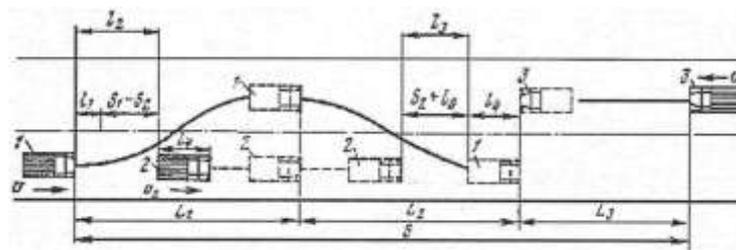

Рисунок 1 - Схема для определения расстояния видимости из условия обгона
3. Определение расчетного расстояния видимости при обгоне. По этой схеме (рис. 1) расчет ведется из предположения, что обгоняющий автомобиль (автомобиль 1), двигающийся со своей скоростью v_1 , обгоняет автомобиль 2, двигающийся со скоростью v_2 , с выездом на полосу встречного движения. При этом принимаем участок дороги горизонтальным, скорость движения встречного автомобиля.